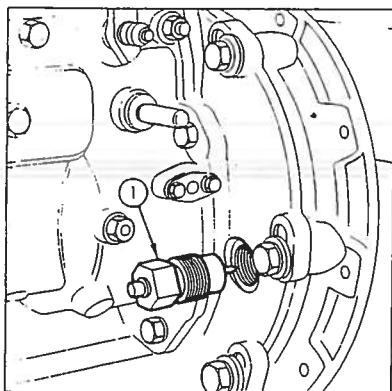

Fig. 24 Åpning for justering av tenningsinnstillingen, merker og spesialverktøy
hverandre (fig. 24).
3. Før inn spesialverktøyet (fig. 24).